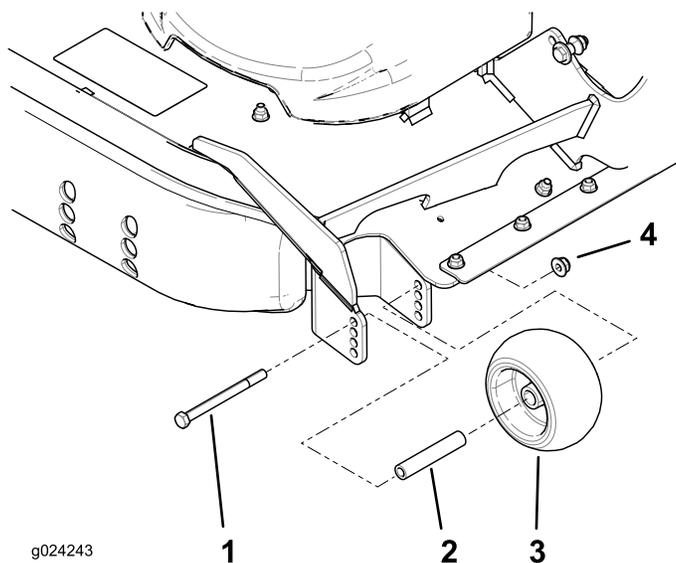

Figura 33
- Remova os rolos antitanos como se mostra na **Figura 32** e na **Figura 33**.